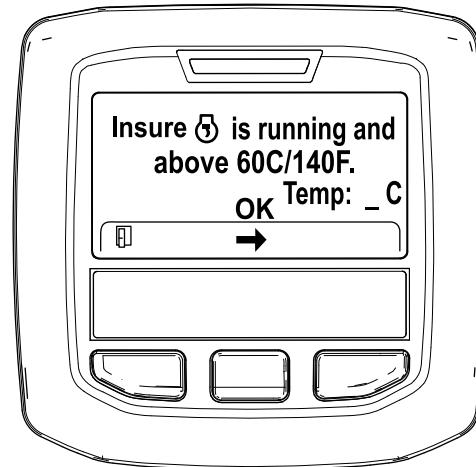

図 34
5. 冷却液の温度が 60°C (140°F) 未満の場合には、Insure ⑤ is running and above 60C/140F エンジン作動と冷却水を確認と表示される図 34。 インフォセンターの上で冷却水温度を確認し、温度が 60°C (140°F) になるまでフルスロットルでエンジンを回転させてから中央ボタンを押す。